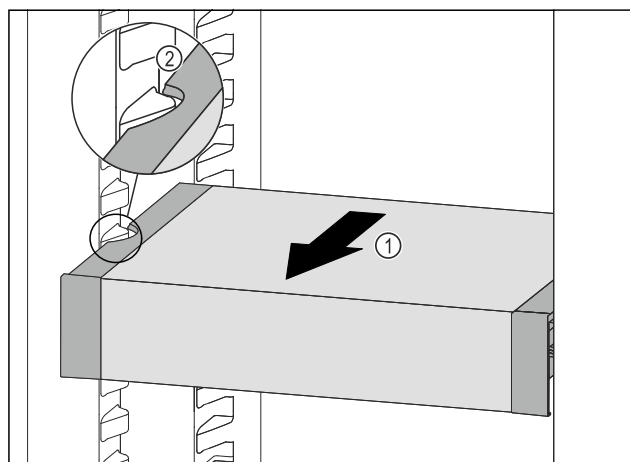

Fig. 102
- ▶ VarioSafe ťahajte dopredu Fig. 102 (1), kým sa bočné vybrania VarioSafe nebudú nachádzať vo výške rebra nádoby v chladničke. Fig. 102 (2)